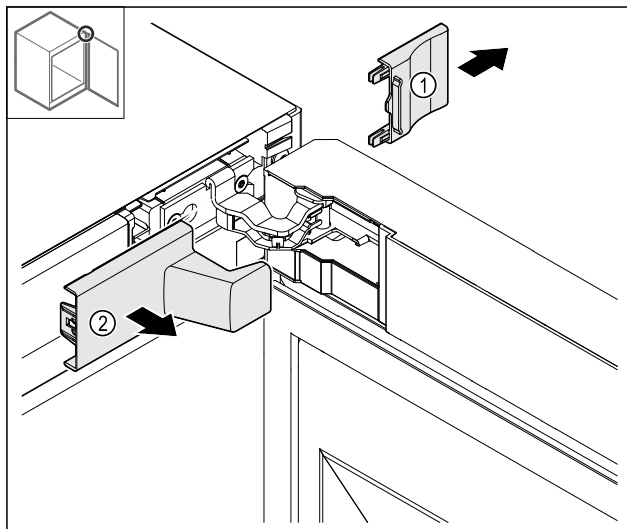

Fig. 14
- Fjern dekselet Fig. 14 (1) og deretter Fig. 14 (2).